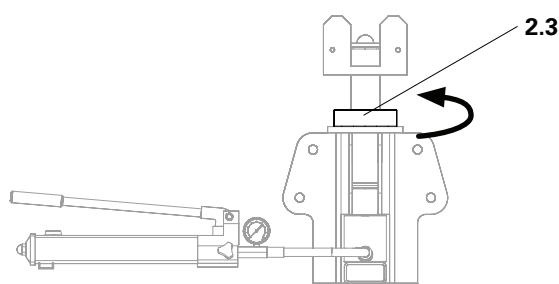

Fig. C2.02c
4. Serrare il dado dell'albero di testa (**2.3**). (Fig. C2.02c)